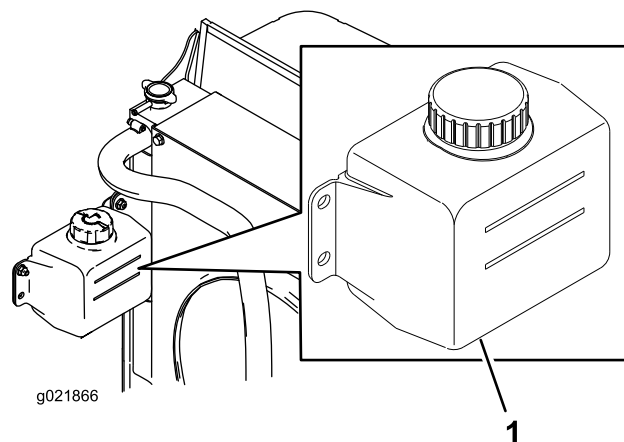

Figure 16
1. Vérifiez le niveau du liquide de refroidissement dans le vase d'expansion (Figure 16).